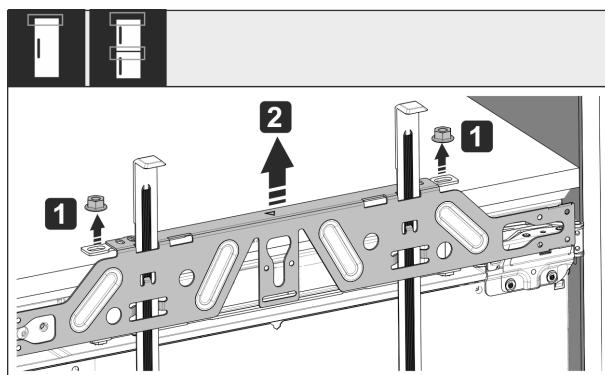

Fig. 58
► Разхлабете контрагайките Fig. 58 (1).
► Свалете гредата за закрепване Fig. 58 (2).